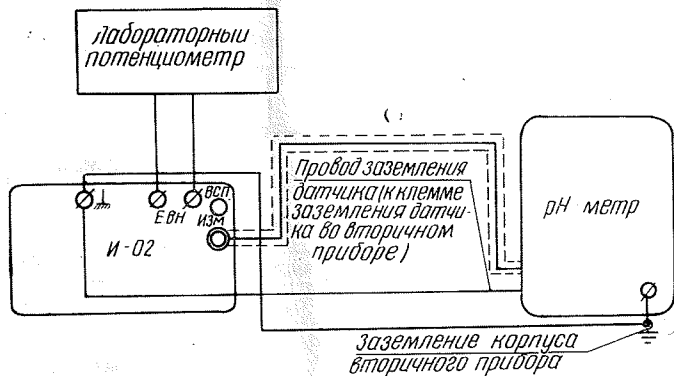

Рис. 4. Схема для градуировки рН-метра с использованием лабораторного потенциометра
5.5.1. Подключить имитатор к градуируемому прибору с помощью коаксиального кабеля по схеме, приведенной на рис. 4, и нажать на переключателях „ $R_H$ “ кнопку „500“; „ $E_{3-p}$ “ „ $R_B$ “ кнопки „00“ и „010“.
В случае, если точность задания э. д. с. имитатора недостаточна, градуировку рН-метра можно производить от лабораторного потенциометра, подключив его к имитатору, как показано на рис. 4, при этом на переключателе «ПИТАНИЕ» следует нажать кнопку „ $E_{вн}$ “.